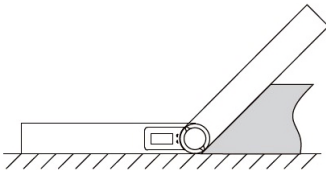
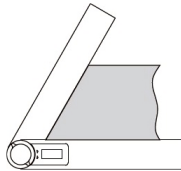
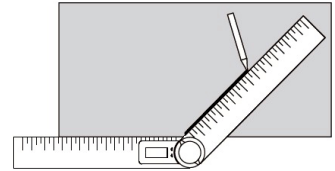

Abb. 5
Abb. 6
Abb. 7
- » Abb. 5, Abb. 6, Hilfslinienzeichnung (Abb. 7).